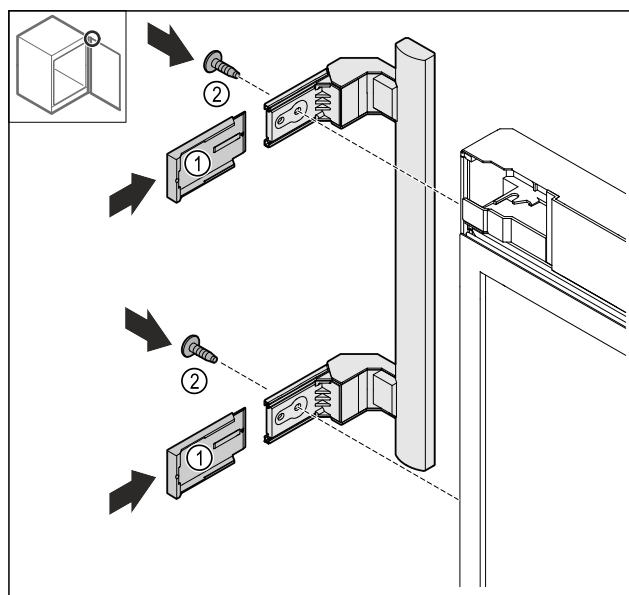

Fig. 27
- Pousser les caches Fig. 27 (1).